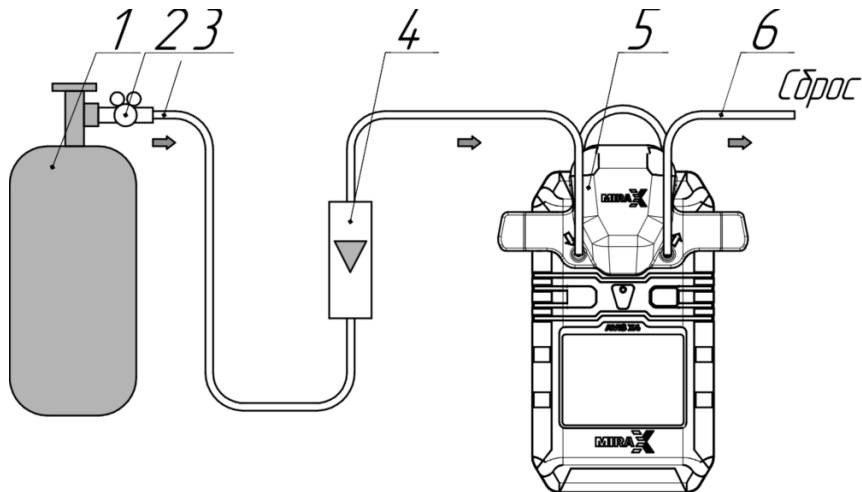

Рисунок 19 – Комплект для калибровки газоанализатора
6. Трубка на сброс (см. рисунок 19).